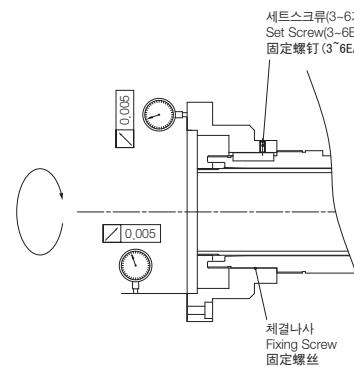
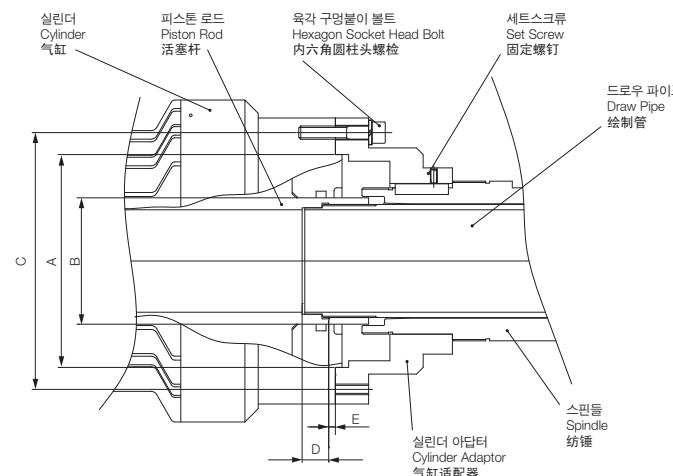

Fig.2
Fig.3
실린더는 선반 스픈들 지지부에 가능 한한 접근시켜 주십시오. 실린더 아답터의 부착방법과 흔들림 측정방법을 Fig.2에 표시하였습니다. 아답터의 풀링방지용 세트 스크류를 필히 체결 하여 주십시오.(Fig.3)
Set the cylinder as close as possible to the spindle support of the lathe. Refer to Fig. 2 for proper mounting and run-out measurement methods. Make sure to fastening the set screw on the adapter to prevent loosening.
应使气缸靠近车床主轴的支撑部位。气缸适配器的安装方法和摇动测量方法如图。(Fig. 2) 请务必拧紧适配器的固定螺丝。(Fig. 3)
- a部分螺丝加工, 对应准油缸 Pitch 螺丝部分正确加工。(Fig. 2) 如果螺丝接触松, 会发生振动。